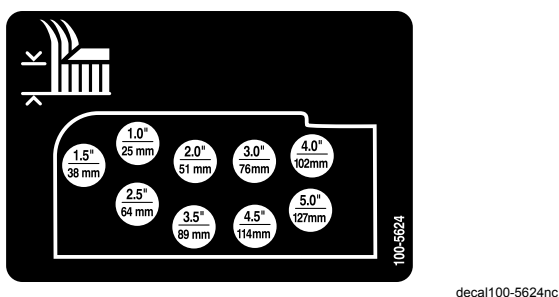

Figura 20
9. Monte as correntes da altura de corte no orifício da altura de corte desejada com o contrapino e pino de segurança (Figura 20).